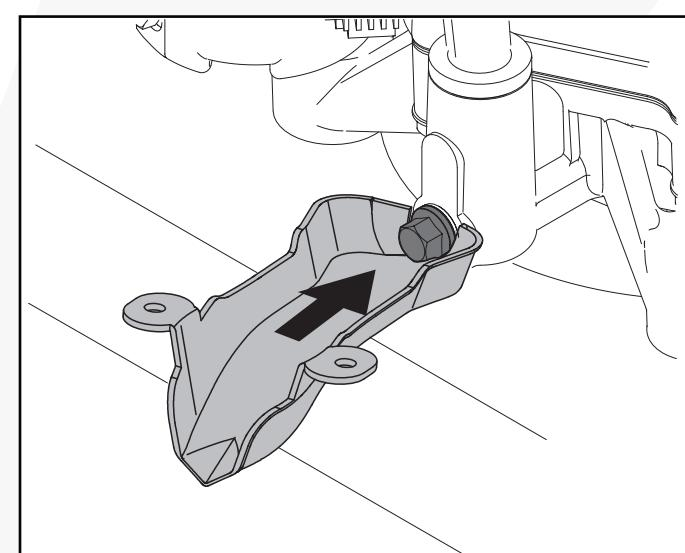

Fig. 37
- Coloque el manguito de drenaje de aceite (incluido con el tractor) debajo del tapón de drenaje. (Fig. 37)